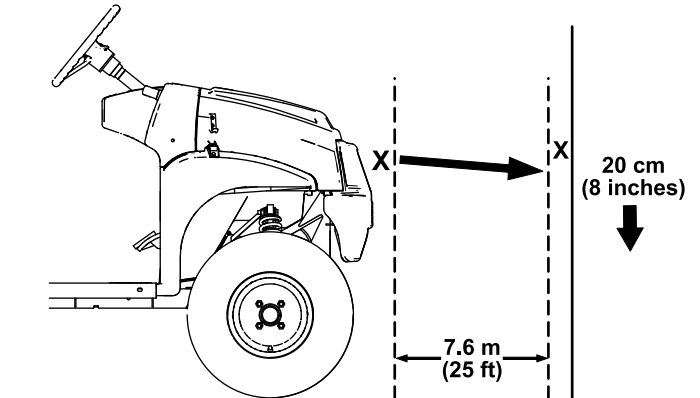

Figure 52
1. Garez la machine sur une surface plane et horizontale, avec les phares à environ 7,6 m de distance d'un mur (Figure 52).
La partie la plus brillante du faisceau doit se trouver 20 cm en dessous du repère que vous avez tracé sur le mur (Figure 52).